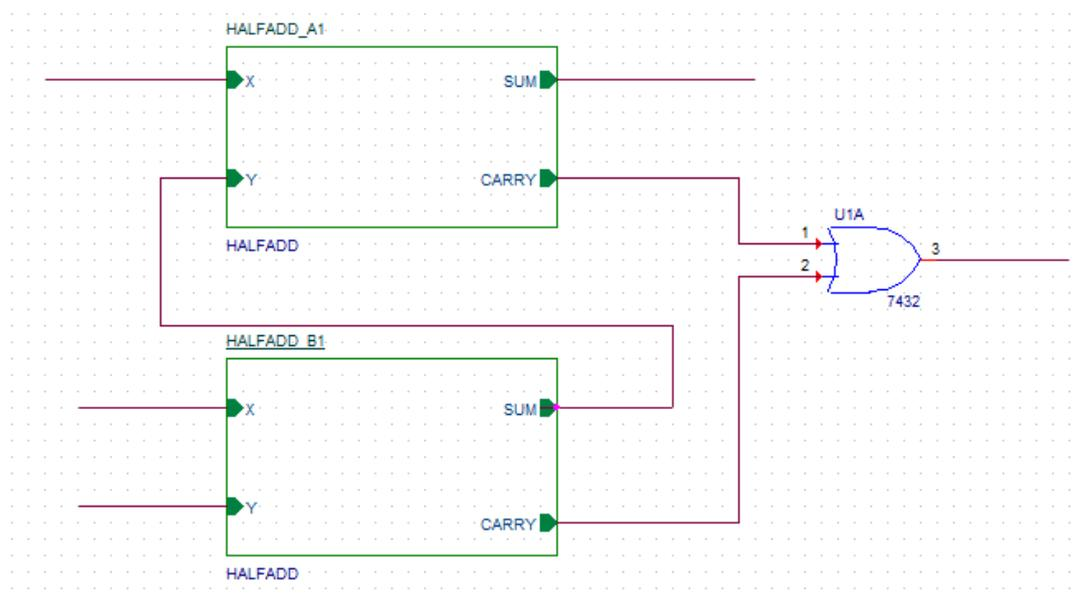

Рис. 8.13. Соединения иерархических блоков
16. Используя Place Part, добавьте вентили ИЛИ (7432) к схеме и соедините блоки проводниками, как показано на рис. 8.13.